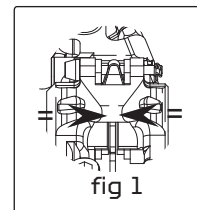

fig 1
- d) Aux deux extrémités de l'étrier, ajustez sa position afin qu'il soit parfaitement placé, symétriquement par-rapport à la tranche du disque (voir flèches fig. 1). Serrez ensuite les 2 vis M6 à l'aide d'une clef Allen de 5mm. Couple recommandé : 8-10Nm.